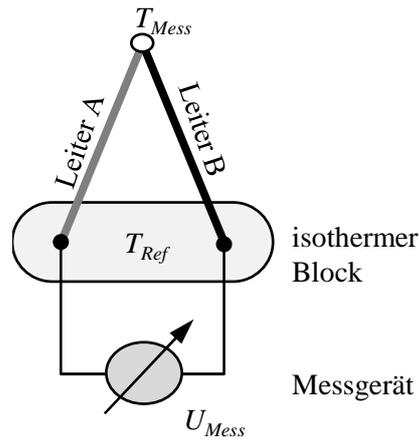

Bild RA1-2
d) Bei dem in *Bild RA1-2* dargestellten Thermoelementpaar sind zwei unterschiedliche Leiter verbaut. Leiten Sie mit Hilfe von Gleichung *Gl. RA1-1* einen allgemeinen Ausdruck für die Spannung U_{Mess} her, die vom Messgerät gemessen wird. (1 Punkt)
e) Welche zwei Materialien würden Sie für Leiter A und B aus *Tabelle RA1-1* auswählen, um für das Thermoelementpaar in *Bild RA1-2* eine möglichst empfindliche Temperaturmessung durchzuführen? Begründen Sie kurz Ihre Antwort. **(1 Punkt)**
Sie haben sich nun ein Thermoelement, wie in *Bild RA1-2* skizziert gebaut. Als Materialien haben Sie für Leiterstück A - Platin (Pt) und für Leiterstück B - Nickel (Ni) gewählt und möchten nun die Temperaturverteilung in Ihrem Ofen vermessen. Ihr isothermer Block habe eine Temperatur von $T_{Ref} = 27\text{ °C}$ und die erste Spannungsmessung zeigt $U_{Th} = 1,095\text{mV}$.